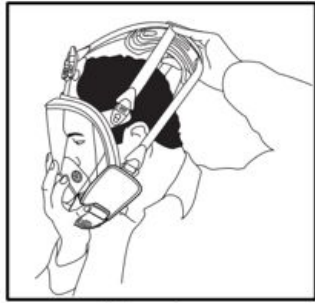

Fig.9
2. Segure a frente da peça facial com uma mão e as alças/base de conforto afastados da peça facial com a outra mão, criando uma abertura para a cabeça. Puxe o conjunto do respirador para baixo sobre a cabeça e passe o rosto pela abertura. Coloque o nariz no protetor nasal e o queixo na área do protetor do queixo e, em seguida, pressione a peça facial de forma firme e uniforme contra o rosto (Fig. 9).
3. Puxe o arnês para a parte de trás da cabeça (Fig. 9).